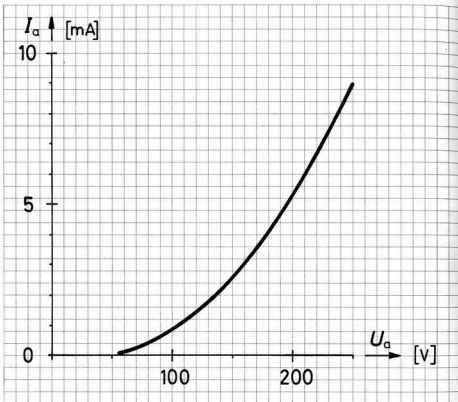

Bild 307
f) Ermitteln Sie aus der Kennlinie nach Bild 307 den Innenwiderstand der Röhre für eine Anodenspannung von 150 V.